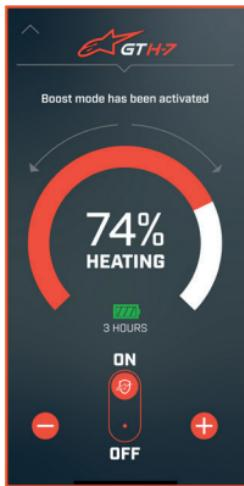

図 4
h. グローブの自動コントロールを有効または無効にするには、スライダーを「オン」または「オフ」の方向に動かします（アプリの図 4 を参照）。